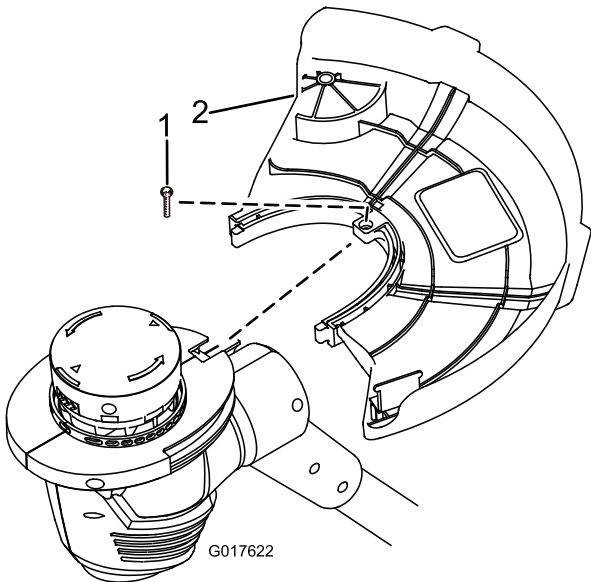

Figura 2
- Deslice el protector sobre la base de la desbrozadora, según se muestra en Figura 2.